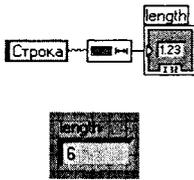

Рис. 14.1
**String Length** – выдает количество символов в строке, включая пробелы. Пример показан на рис. 14.1.